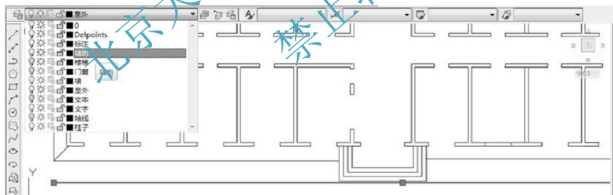

图 3.36 换图层
(3) 换图层：辅助线是由散水管偏移形成的，所以辅助线目前位于【室外】图层上。我们需要将其换到【辅助】图层上。
- ① 在命令行无命令的状态下选中辅助线，会出现3个蓝色的夹点。
- ② 如图 3.36 所示，打开图层下拉列表，选中【辅助】图层。